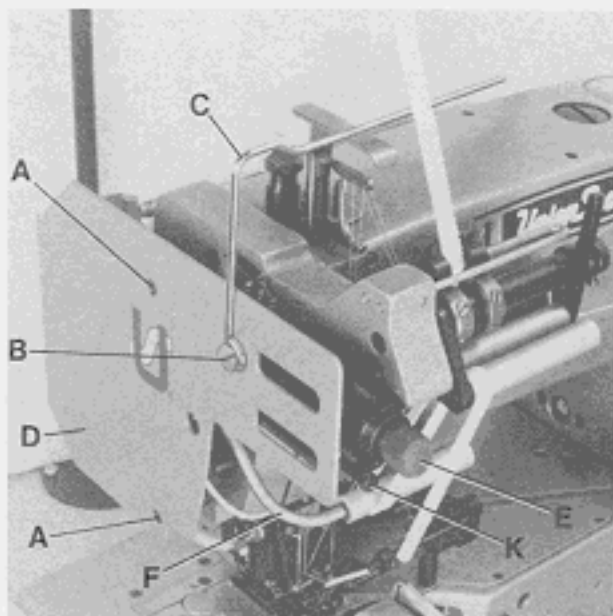
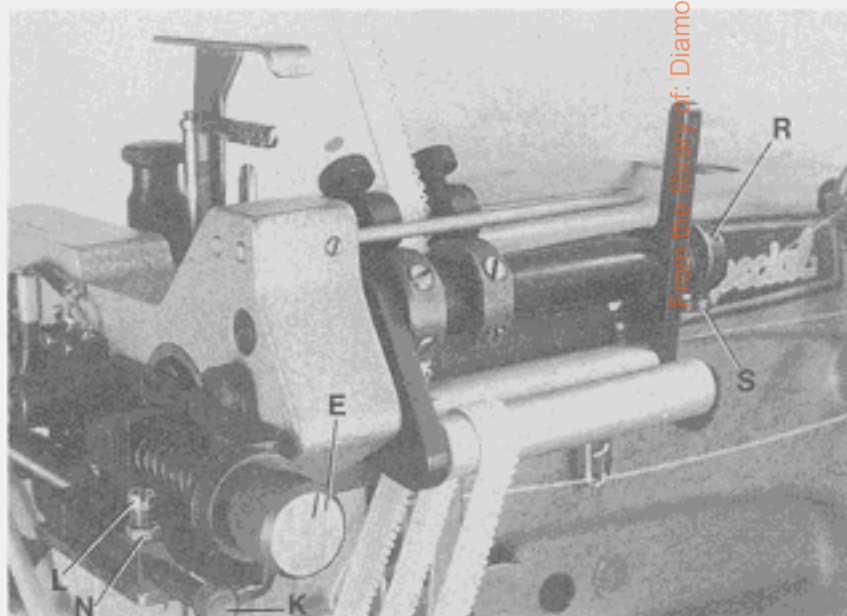
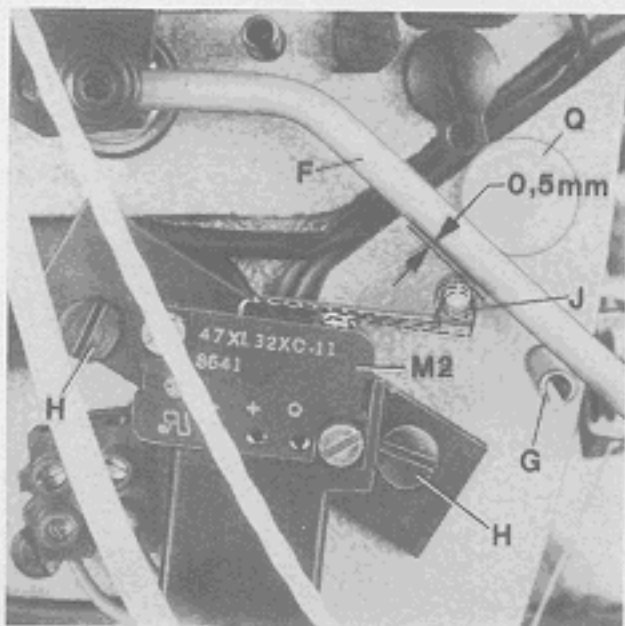

Fig.55
Fig.56
Fig.57
The tension of lace or elastic is adjusted with thumb screw (E, Figs. 55 and 56). Turning thumb screw (E) clockwise increases the tension and causes ruffling. Turning thumb screw (E) counterclockwise decreases the tension for even flat attaching of lace or elastic.
The second lace or elastic tension on the two stage metering device is selected while sewing with a knee valve actuated air cylinder. The tension is adjusted with thumb screw (K, Figs. 55 and 56), by changing the travel length of the piston of the cylinder. Loosen lock nut (N, Fig. 56) and screw (L). Turning thumb screw (K, Figs. 55 and 56) counterclockwise increases the tension, turning clockwise decreases the tension. Retighten the screw and lock nut.
Die Spannung von Spitze oder Gummiband wird mit der Rändelschraube (E, Fig. 55 und 56) eingestellt. Drehen der Rändelschraube (E) im Uhrzeigersinn erhöht die Spannung und bewirkt Rüschen. Drehen der Rändelschraube (E) im Gegenuhrzeigersinn verringert die Spannung zum glatten, flachen Annähen von Spitze oder Gummiband.
Die zweite Spitzen- oder Gummibandspannung wird bei der zweistufigen Zumeßeinrichtung während des Nähens mit einem durch Knieventil betätigten Luftzylinder angewählt. Die Spannung wird, durch Verändern des Kolbenweges des Zylinders mit der Rändelschraube (K, Fig. 55 und 56) eingestellt. Lösen Sie die Kontermutter (N, Fig. 56) und die Schraube (L). Drehen der Rändelschraube (K, Fig. 55 und 56) im Gegenuhrzeigersinn erhöht die Spannung, drehen im Uhrzeigersinn verringert die Spannung. Ziehen Sie die Schraube und die Kontermutter wieder an.
The pressure of tension roller against the puller roller of the metering device can be changed. For setting loosen the two screws (S, Fig. 56) in collar (R). Turning collar clockwise reduces the pressure, turning it counterclockwise increases the pressure. Retighten screws (S).
For setting the micro switches turn out screws (A and B, Fig. 55) and remove lead-in wire (C) and head cover (D).
For setting the micro switch (M2, Fig. 57), actuating lever (F) must rest on roll pin (G).
Loosen the two screws (H, Fig. 57) and position the micro switch (M2) so the roller lever (J) of switch has still an end play of approx. 0,5 mm (.020 in.) (see Fig. 57) below actuating lever (F) resting on roll pin (G), in order not to damage the switch. Retighten screws (H).
The micro switch (M2, Fig. 57) is set correctly when the motor of the metering device switches on after actuating lever (F) raises from roll pin (G).
Zur Einstellung lösen Sie die beiden Schrauben (S, Fig. 56) im Stelling (R). Drehen des Stellinges im Uhrzeigersinn verringert den Druck, drehen im Gegenuhrzeigersinn verstärkt ihn. Ziehen Sie die Schrauben (S) wieder an.
Zur Einstellung der Mikroschalter drehen Sie die Schrauben (A und B, Fig. 55) heraus und entfernen den Führungsbügel (C) und den Kopfdeckel (D).
Zur Einstellung des Mikroschalters (M2, Fig. 57) muß der Schaltbügel (F) auf der Spannhülse (G) aufliegen.
Lösen Sie die beiden Schrauben (H, Fig. 57) und positionieren Sie den Mikroschalter (M2) so, daß der Rollenhebel (J) des Schalters noch etwa 0,5 mm Spiel (siehe Fig. 57) nach unten hat, wenn der Schaltbügel (F) auf der Spannhülse (G) aufliegt, damit der Schalter nicht beschädigt wird. Ziehen Sie die Schrauben (H) wieder an.
Der Mikroschalter (M2, Fig. 57) ist richtig eingestellt, wenn beim Abheben des Schaltbügels (F) von der Spannhülse (G) der Motor des Zumeßgerätes einschaltet.
Micro switch M2, Figs. 57 and 58:
For setting the micro switch (M2, Fig. 57) actuating lever (F) must rest on roll pin (G). In this position of the actuating lever, the roller lever (J) of switch should have an end play of approx. 0,5 mm (.020 in.) downwards (see Fig. 57).
Mikroschalter M2, Fig. 57 und 58:
Zur Einstellung des Mikroschalters (M2, Fig. 57) muß der Schaltbügel (F) auf der Spannhülse (G) aufliegen. In dieser Stellung des Schaltbügels soll der Rollenhebel (J) des Schalters noch etwa 0,5 mm Spiel nach unten haben (siehe Fig. 57).
The actuating lever (F, Fig. 55) effects by switching on and off the motor of the metering device with micro switch (M2, Fig. 57), that the required amount of lace respectively elastic is metered exactly under the preset tension.
Der Schaltbügel (F, Fig. 55) bewirkt durch Ein- und Ausschalten des Motors des Zumeßgeräts mit dem Mikroschalter (M2, Fig. 57), daß die benötigte Spitzen- bzw. Gummibandmenge unter der voreingestellten Spannung genau zugemessen wird.